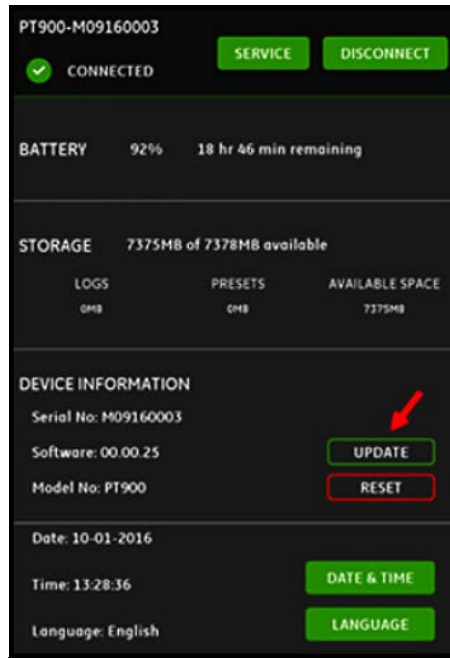

图 106: 传送仪菜单中的更新按钮
- 在 APP 传送仪菜单中，单击更新按钮（请参见下面的 图 106）开始更新。